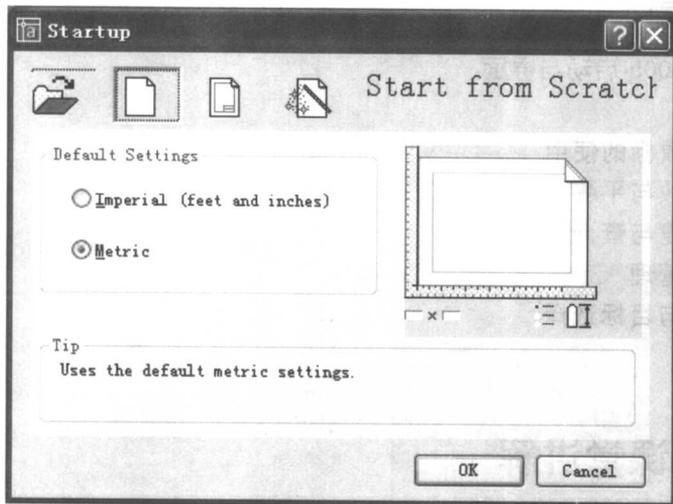

图 1-1 “Startup”对话框
启动 AutoCAD 2005 后，系统将弹出如图 1-1 所示的“Startup”对话框。该对话框提供了进入绘图环境的 4 种选择方式，自左向右分别是：
(2) “Start from Scratch” 选择 Imperial (feet and inches) 或 Metric (公制) 测量系统, 如图 1-1 所示, 据此创建新图形。建议中国的用户采用公制单位。